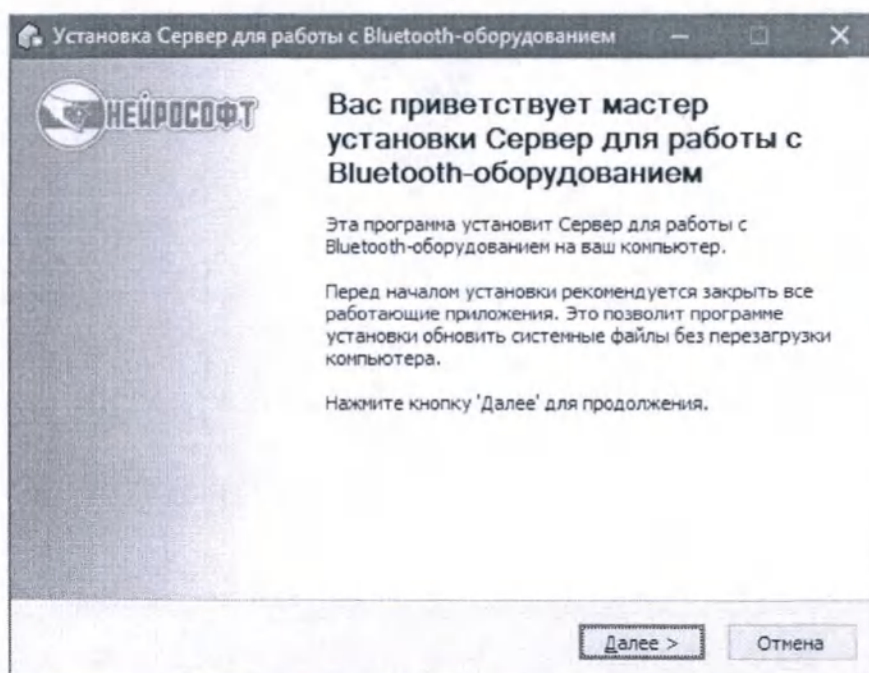

Рис. 9. Диалоговое окно «Установка Сервер для работы с Bluetooth-оборудованием»
3. Нажмите «Далее» в диалоговом окне «Установка Сервер для работы с Bluetooth-оборудованием» (рис. 9).